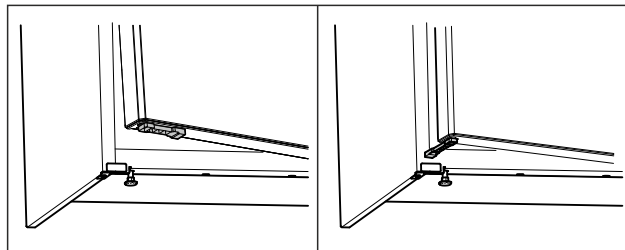

Fig. 56 *
- Ruotare il limitatore di apertura della porta di 90°. (vedere Fig. 56) *